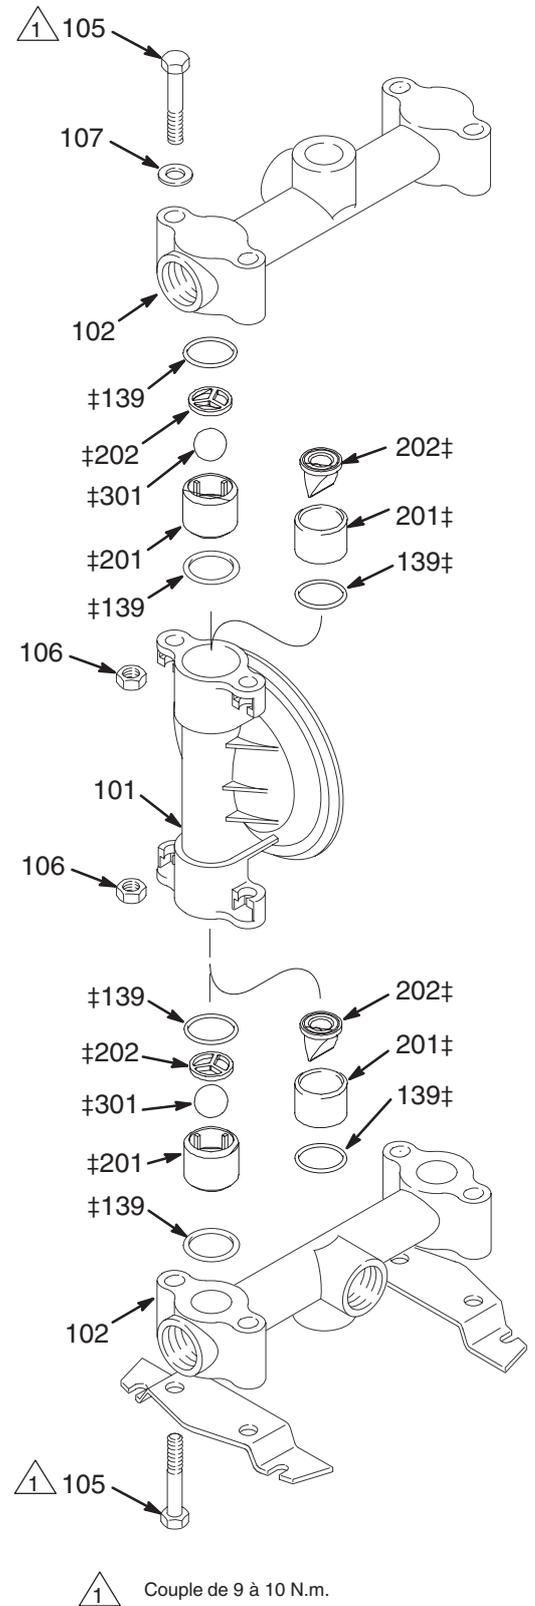

Fig. 8
REMARQUE: Veiller à ce que toutes les pièces des vannes anti-retour restent en place. Voir Fig. 8, page 15.
10. Mettre les capots produit (101) en place, installer les colliers (109) autour des capots produit et d'air, monter la barrette de terre sur les colliers et serrer les écrous des colliers entre 9 et 10 N.m.
11. S'assurer que toutes les pièces des vannes anti-retour sont bien en place. Voir Fig. 8, page 15.
12. Monter les collecteurs (102) et serrer les boulons (105) entre 9 et 10 N.m.